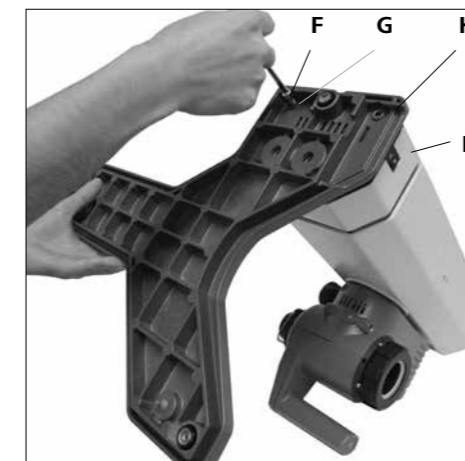

Fig. 7
#### 1.) Montieren des Sockels an den Lift. (Fig. 7)
- Befestigen Sie den Sockel (H) mit den 4 Zylinderschrauben M6x25 (F) und den 4 Rippenscheiben (G) entsprechend der Abbildung am Lift (I). (Fig. 7)